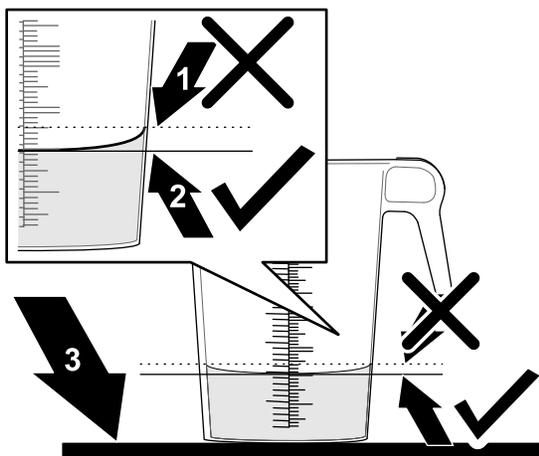

図 47
6. 目盛付き容器を水平な場所において回収された水量を調べる **図 47**